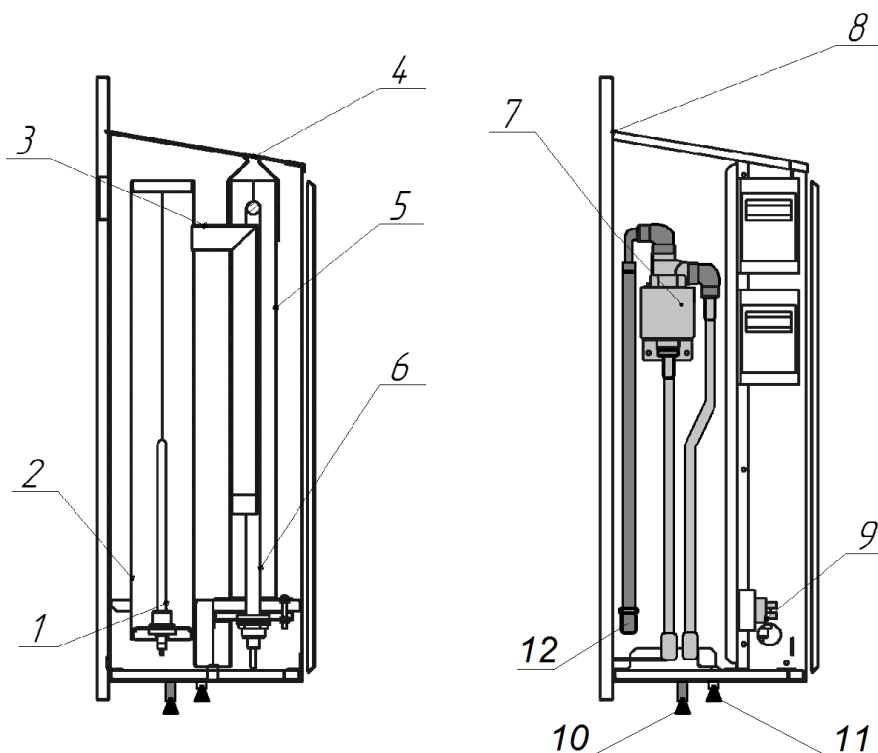
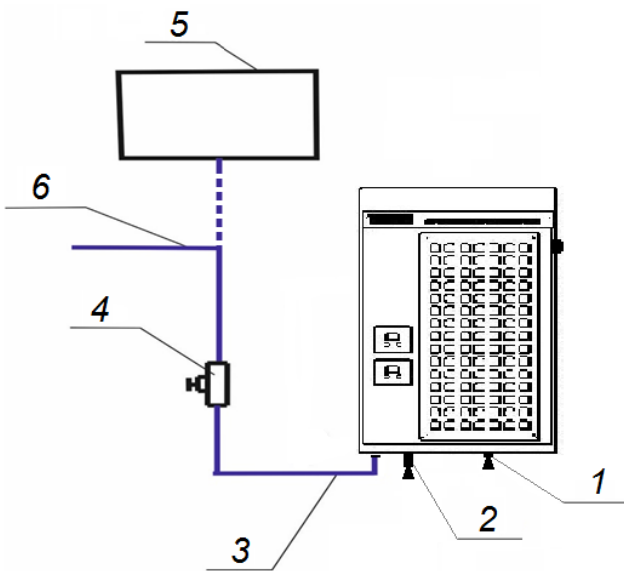

Рис.2 Внешний вид электропечи 3/220 ; 5/ 220 в разрезе.
Рис.5 Схема подключения ЭГПП к системе водоснабжения.
Рядом с теплоизолированной ёмкостью для воды (поз. 2, рис 2) проходит вертикальный короб (поз. 5, рис. 2), внутри которого установлены ТЭН (поз. 6, рис. 2). Нагрев воды до состояния кипения происходит за счет нагрева ТЭНа (поз. 1, рис 2) расположенного в ёмкости для воды. Внутри короба (поз. 5, рис. 2) имеются паропроводящие каналы (поз.3, рис. 2), по которым пар подается в нижнюю часть короба, где смешивается с воздухом, поступающим в короб снизу. За счет конвективных потоков паровоздушная смесь устремляется вверх, нагреваясь максимально до температуры 300-330С и выбрасывается в помещение через форсунку (поз.4, рис. 2). Заполнение емкости и ее дальнейшее пополнение водой осуществляется в автоматическом режиме через клапан с встроенным в него вводным фильтром (поз.7 рис. 2).
1.4.7 Обеспечение ЭГПП водой осуществляется от внешней системы водоснабжения. Подача воды осуществляется через заливной шланг (поз.12 рис. 2; поз.3 рис.5) и шаровой клапан (поз 7 рис 2), слив - через металлическую трубку с силиконовой пробкой (поз.10 рис. 2; поз.2 рис 5) Металлическая трубка с силиконовой пробкой (поз.11 рис. 2; поз.1 рис.5) используется для слива конденсата из конденсатосборного бака.
2.2.2.1 Закрыть пробку слива воды (поз.10 рис.2) и пробку слива конденсата (поз.11рис.2), открыть заливной кран (поз.4 рис.5)